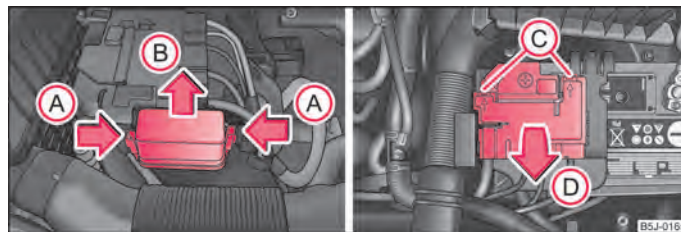

Fig. 153 Bateria: tapa de seguridad
- Presionar al mismo tiempo los enclavamientos de la caja de fusibles en la dirección de la flecha (A) ⇒ fig. 153, retire la cubierta sentido de la flecha (B).
- Desbloquear con un destornillador plano las sujeciones en los orificios (C) y doblar la cubierta hacia arriba en la dirección de la flecha (D).